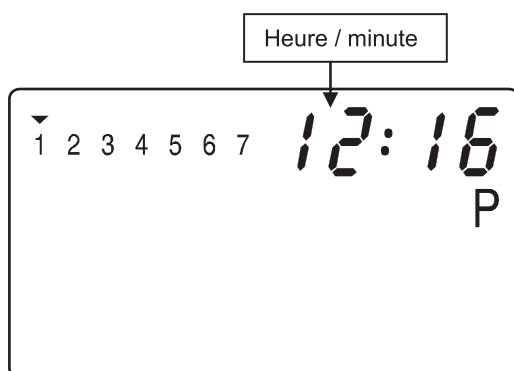

Fig. 11
5. L'affichage des heures clignote alors à l'écran (deux premiers chiffres), appuyez alors sur les boutons + ou - pour régler l'heure actuelle puis appuyez brièvement sur la touche P pour passer aux minutes que vous réglez à l'aide des boutons + ou - puis appuyez sur P pour valider.(Fig.11)